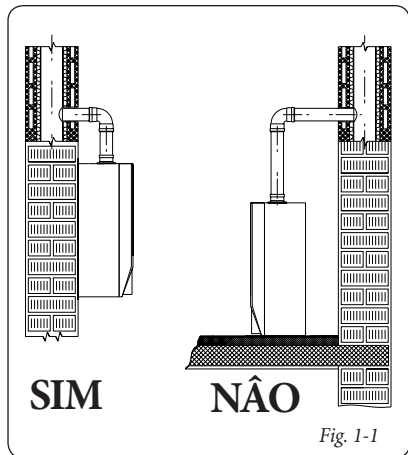

Fig. 1-1
- Normas de instalação: estas caldeiras foram projectadas exclusivamente para serem montadas em uma parede; devem ser utilizadas para o aquecimento de ambientes e para produção de água quente para uso doméstico e afins. A parede deve ser lisa, sem partes salientes ou aberturas que permitam o acesso pela parte traseira. O fabricante recorda que é proibido instalá-las numa base ou no solo (Fig. 1-1).